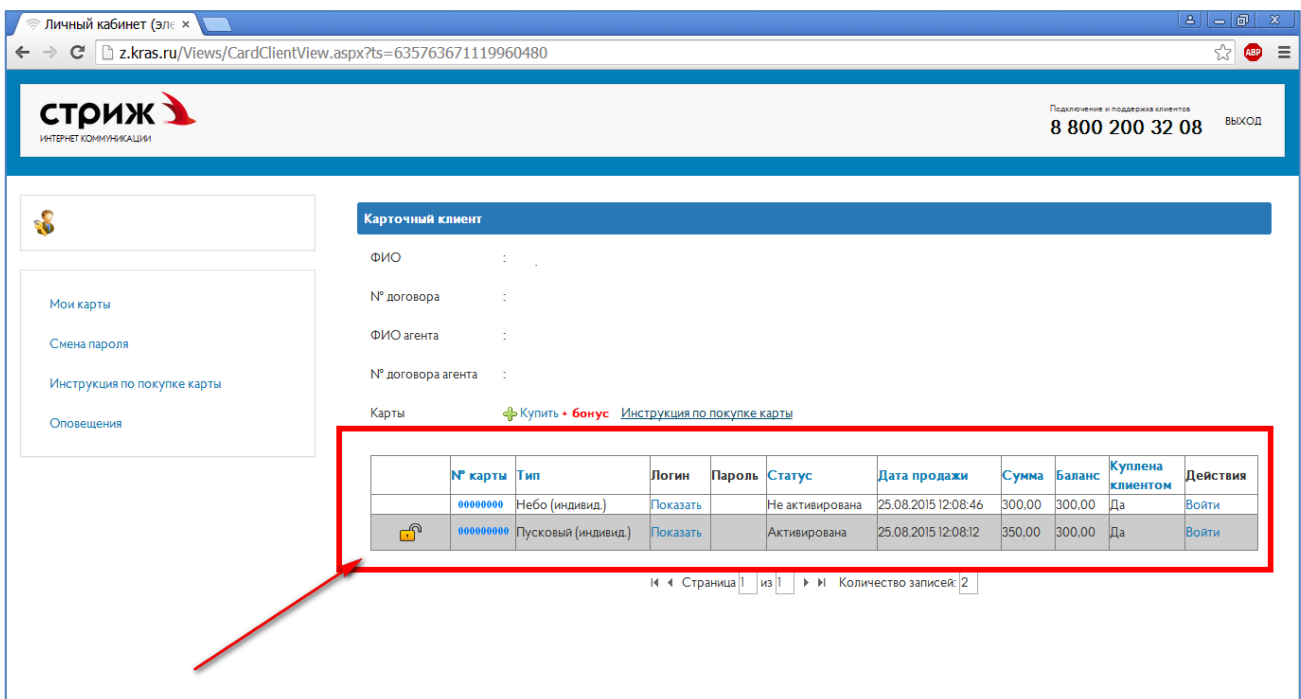

Рисунок 57. Виртуальные карты в личном кабинете
5. Приобретенные карты будут отображаться в личном кабинете (рисунок 57).